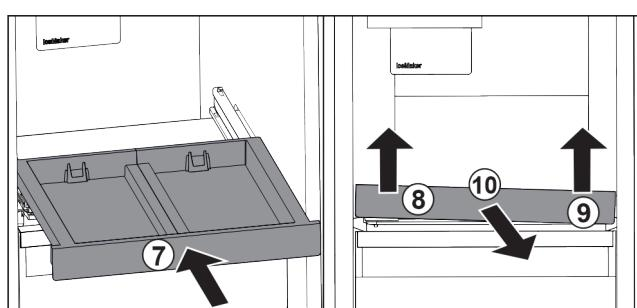

Fig. 101
- ▶ 推入拉出式搁板。 Fig. 101 (7)
- ▶ 抬起抽屉左前部。 Fig. 101 (8)
- ▶ 抬起抽屉右前部。 Fig. 101 (9)
- ▶ 向前取出拉出式搁板。 Fig. 101 (10)
(4) 拉出式搁板